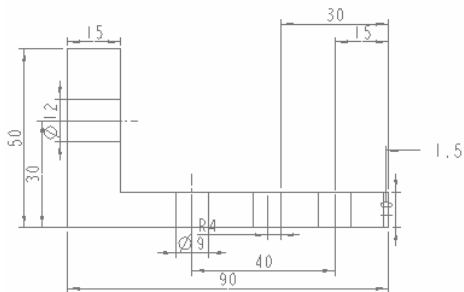

图 10.11.14 清除尺寸
Step1. 清除尺寸（图 10.11.14）。
- (1) 在功能区中选择 **注释** 清理尺寸 命令。
- (2) 此时系统提示 选择要清除的视图或独立尺寸，选择主视图并单击鼠标中键一次。
(4) 在“清除尺寸”对话框中单击 **应用** 按钮,然后单击 **关闭** 按钮,结果如图 10.11.14 所示。